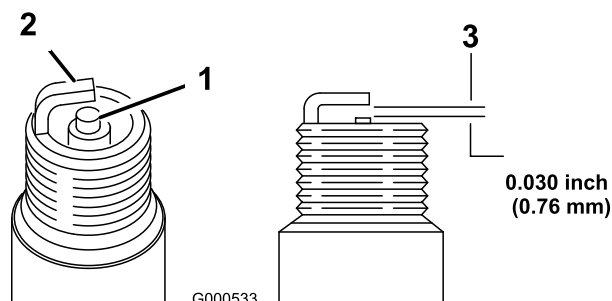

Bild 27
5. Stellen Sie den Elektrodenabstand auf 0,76 mm ein, siehe Bild 27.